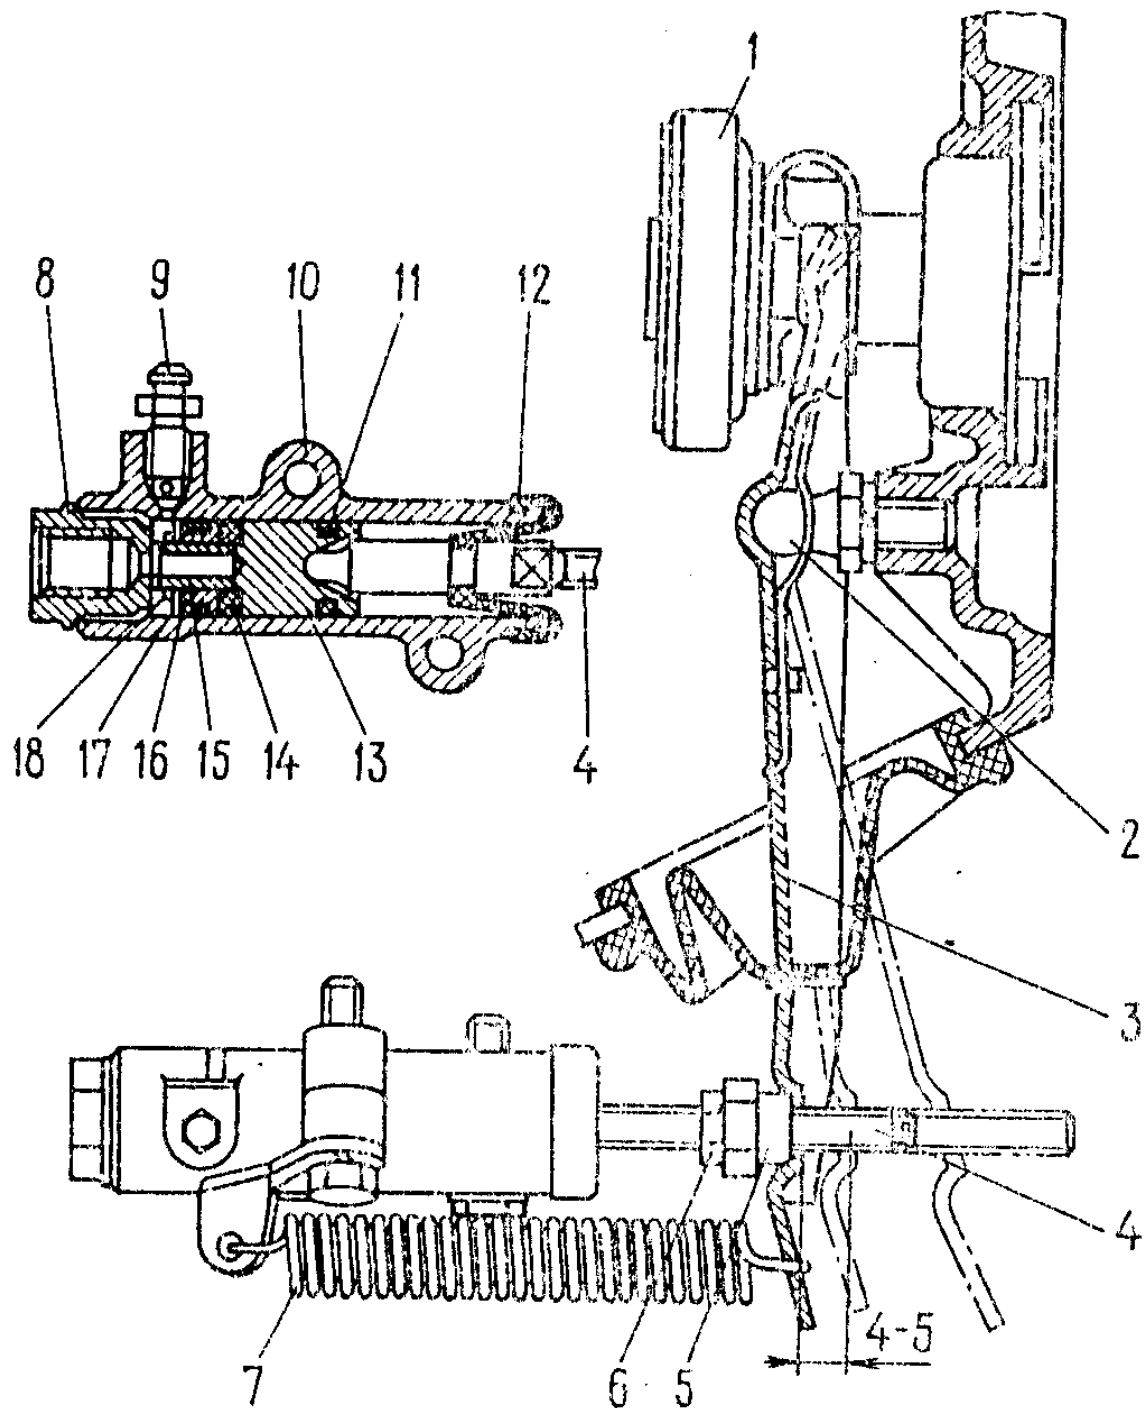

Fig. 3-3. Cilindro de trabajo y horquilla de desembrague:
- el recorrido de seguridad del empujador de la horquilla de desembrague igual a 4-5 mm se regula con la arandela 5 (fig.3-3), que se fija con la contra tuerca 6. El valor del recorrido de seguridad del empujador se controla con una plantilla especial.
- poner en la cabeza del racor 9 (fig.3-3) del cilindro de trabajo una manguera y sumergir su extremo inferior en un recipiente con líquido para el hidromando (30-50 g);
Primeramente hay que evacuar el líquido motor. Para esto un extremo de la manguera hay que ponerlo en el racor para expulsar el aire 9 (fig.3-3) del cilindro de trabajo, y el otro sumergirlo en un recipiente limpio; desenroscar el racor 9 de media a tres cuartos de vuelta y accionar el pedal hasta que todo el líquido sea expulsado del sistema hidráulico, acto seguido, desacoplar los tubos que unen los cilindros principal y de trabajo, desunir el muelle recuperador 7, quitar la clavija de aletas del extremo del empujador y, a continuación, el cilindro de trabajo (habrá que desenroscar los dos tornillos de sujeción).